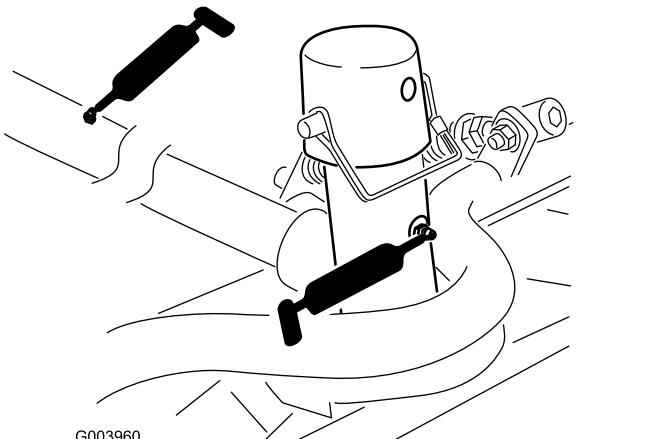

Bild 40
- Schneideeinheitträgerrahmen und Drehzapfen (2) (Bild 40)